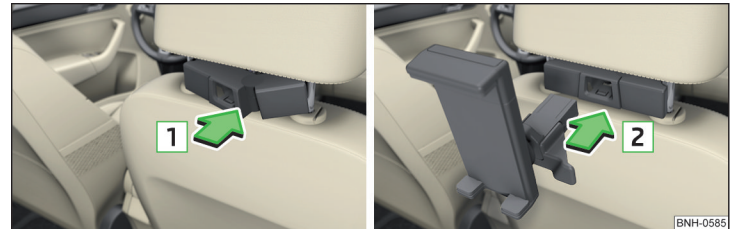

Abb. 95 **Einsetzen: Adapter / Halter**
- Zum **Einsetzen** den geöffneten Adapter an die Führungsstangen der Kopfstütze vorn ansetzen und in Pfeilrichtung **1** einclippen » **Abb. 95** » **!**.